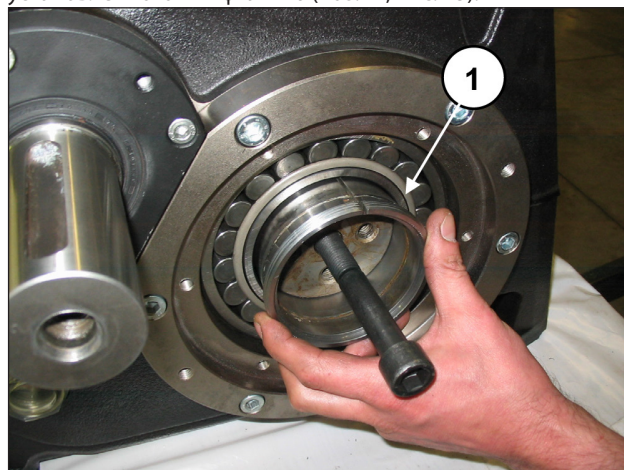

Рис. 75
Частично вставьте две стяжных втулки, удерживая коленчатый вал приподнятым с помощью ранее установленного штифта М16 (поз. ①, Рис. 75).